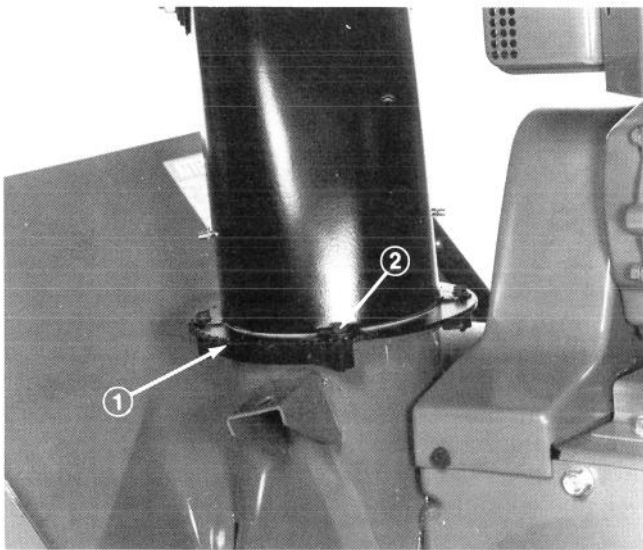

Figure 9
4. Placez l'éjecteur – l'ouverture en avant – sur l'anneau de retenue et alignez les trous de montage. Ensuite, fixez ensemble l'éjecteur, l'anneau de retenue et les pièces de retenue en plastique à l'aide de trois vis taraudeuses (Fig. 9).